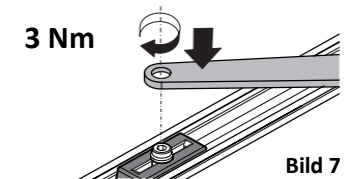
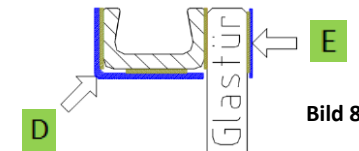

Bild 7
Bild 8
- Anschließend den Hebel (B), mit der im Gleiter (J) integrierten Gewindeschraube, am Gleiter befestigen. (sh. Bild 7)
- Positionierung des Stoppers (H) nach Wunsch, wir empfehlen eine Öffnung bis maximal 110°. Darüber hinaus erhöht sich die Belastung für das oberste Band enorm.
- Bei Floatglastüren empfehlen wir die Anbringung des Edelstahlabdeckblechs (E) mittels des mitgelieferten doppelseitigen Klebebands (F) gegenüberliegend der Gleitschiene auf die Glastür, achten sie dabei auf eine waagerechte Aufklebung. (sh. Bild 8)
- Anbringen des Edelstahlabdeckwinkels (D) mittels vier ca. 30mm langen Stücke des mitgeliefertem doppelseitigen Klebebands (F) auf die Gleitschiene (C). (sh. Bild 8)